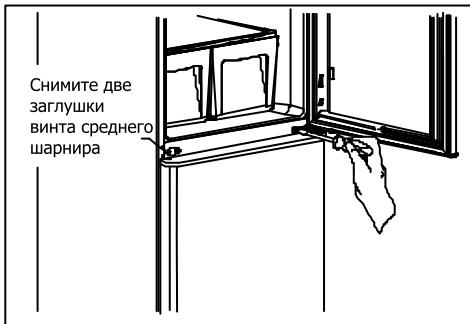

Рисунок 1.
**1** - Открутите два винта, которые держат средний шарнир (Рис. 1). Также снимите две заглушки винта среднего шарнира с левой стороны.